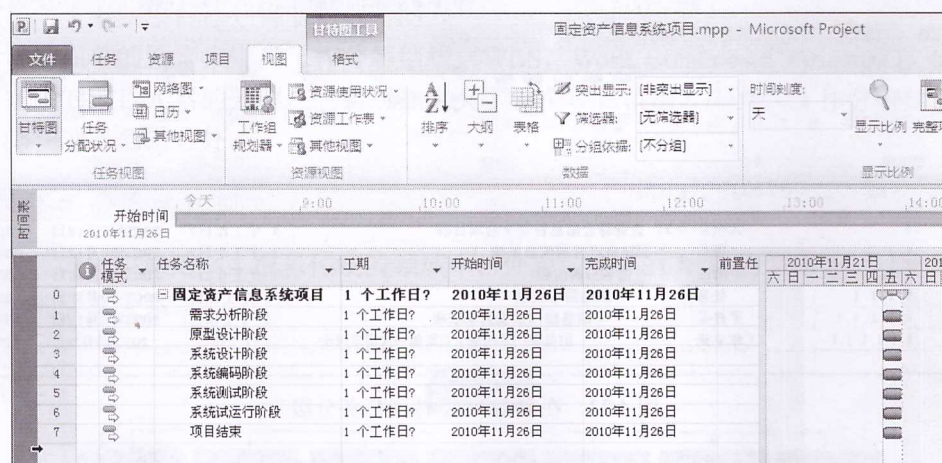

图 4.34 录入任务信息
(1) 录入项目名称。因为在 3.3.3 小节中已经通过选择菜单【文件】/【选项】,并且在“高级”选项卡中选择了“显示项目摘要任务”选项,所以项目名称不需要再次手工录入,将会自动将文件的名称作为项目的名称直接体现在第一行,该行的标示号为“0”。
(2) 录入各阶段名称。
(3) 录入项目结束里程碑。以上步骤操作完成后,就会得到如图 4.34 所示的效果。
在图 4.34 中,录入了 6 个项目的阶段,用户在录入自身项目时,根据项目的实际特点录入项目的阶段名称,笔者建议如果该任务属于阶段任务,则在名称中请包含“阶段”的文字,这是一种良好的计划编制习惯。最后一个任务的目的是表示项目的结束,因为是里程碑,所以将工期设为了 0,其他任务的默认工期均是“1 工作日?”这是系统默认在没有编辑工期的情况下自动出现的。